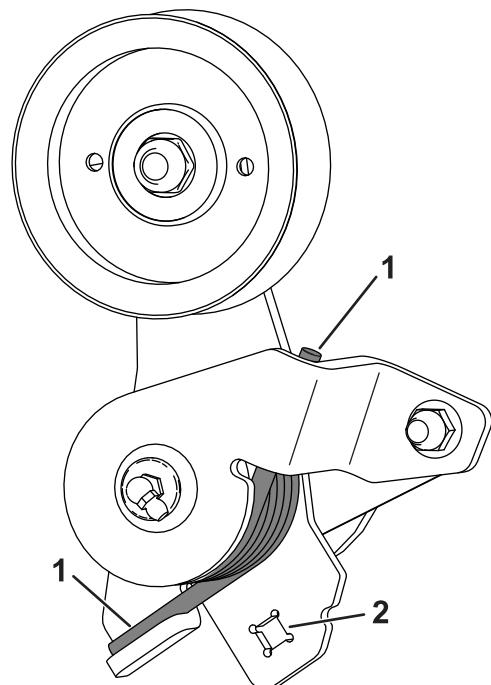

Bild 7
4. Setzen Sie die Federenden ein, wie in Bild 7 dargestellt.
5. Verwenden Sie eine Ratsche ($\frac{3}{8}''$) am Vierkant des Spannarms, drehen Sie den Spannarm und legen Sie den Riemen um die Spannscheibe (Bild 7).